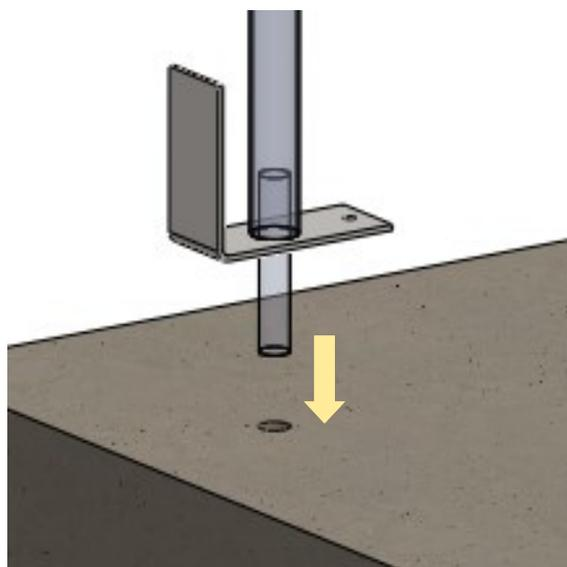

fig. 8
- Compléter l'assemblage du système de protection temporaire en insérant dans les supports appropriés les planches en bois de sapin ou autre bois (classe C16, selon UNI EN 338. Voir fig. 8, page 9), ou avec d'autres profilés métalliques capables de supporter les charges requises par la norme UNI EN 13374.
- Les planches (fig. 8) ou les profils métalliques utilisés doivent être intacts sous l'aspect de résistance et leur longueur doit être au moins 400 mm plus long que deux travées (exemple: 1400 mm + 1400 mm + 200 mm + 200 mm = 3200 mm).